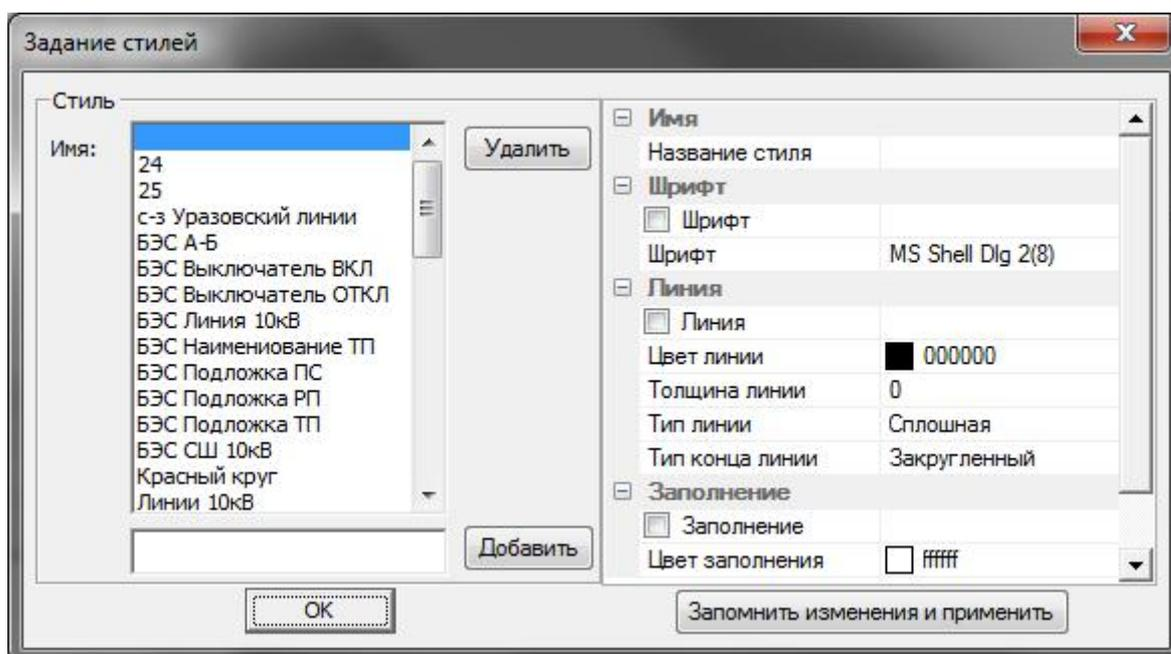

Рисунок 293 – Окно **«Задание стилей»**
**Кнопка «Настроить стили»** вызывает диалоговое окно **«Задание стилей»**, которое позволяет добавить новый стиль, удалить или изменить ранее созданный (рисунок 293).